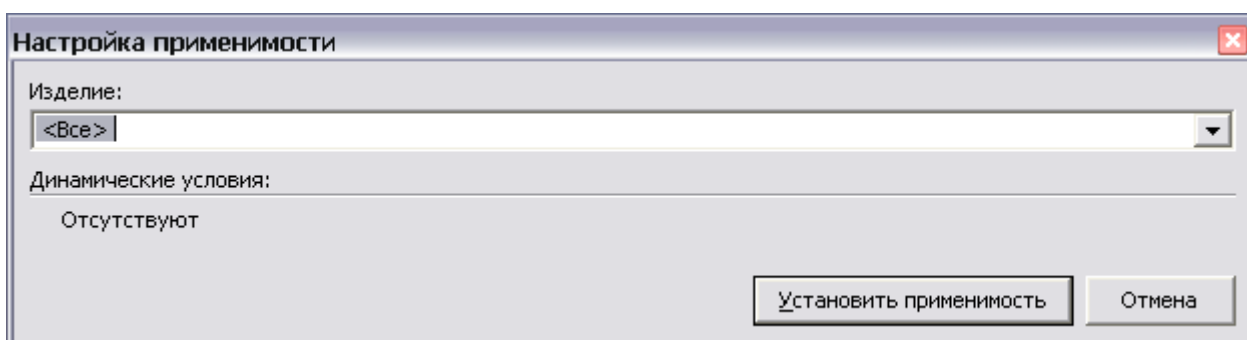

Рис. 10.45
1. Нажмите на кнопку **Изменить применимость** Применимость: **Все**. При этом появится окно **Настройка применимости** (Рис. 10.45).